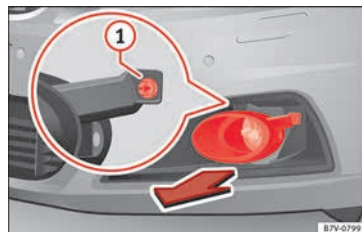

Fig. 110 En la parte derecha del parachoques delantero: desmontaje de los faros.
1. Tire de la cubierta hacia delante, en el sentido de la flecha » **fig. 110**.
2. Desenrosque el tornillo de fijación » **fig. 110 ①** con el destornillador de las herramientas de a bordo » **pág. 86**.
10. Apriete el tornillo de fijación » **fig. 110 ①** con el destornillador.
11. Coloque la cubierta en el parachoques » **fig. 110**.